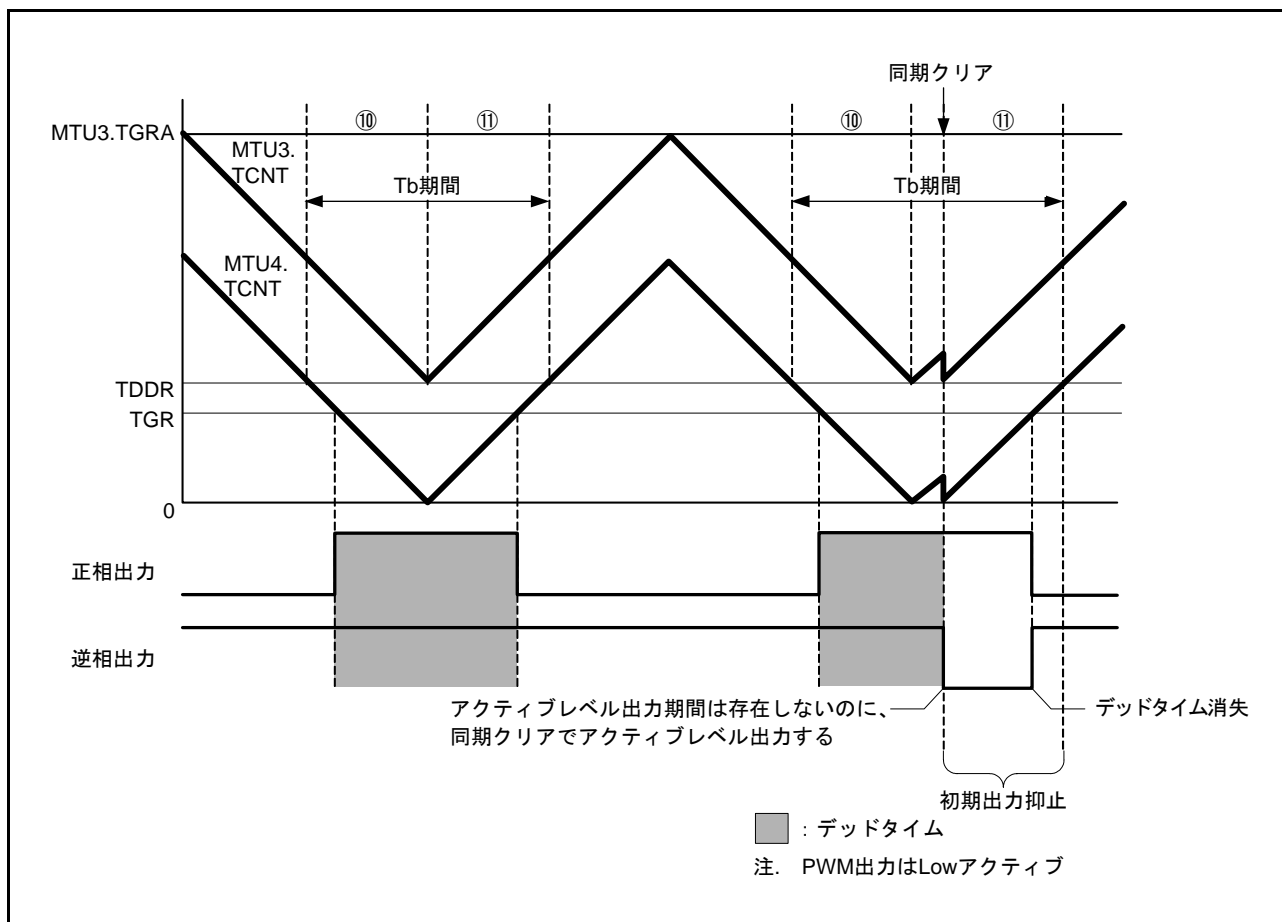

図 22.123 同期クリア例 (条件 2 の場合)
条件 2 : 初期出力の抑止期間⑩、⑪にて、 $MTU3.TGRB \leq TDDR$ 、 $MTU4.TGRA \leq TDDR$ 、 $MTU4.TGRB \leq TDDR$ のいずれかが成立する状態で、同期クリアした場合 (図 22.123 参照)。